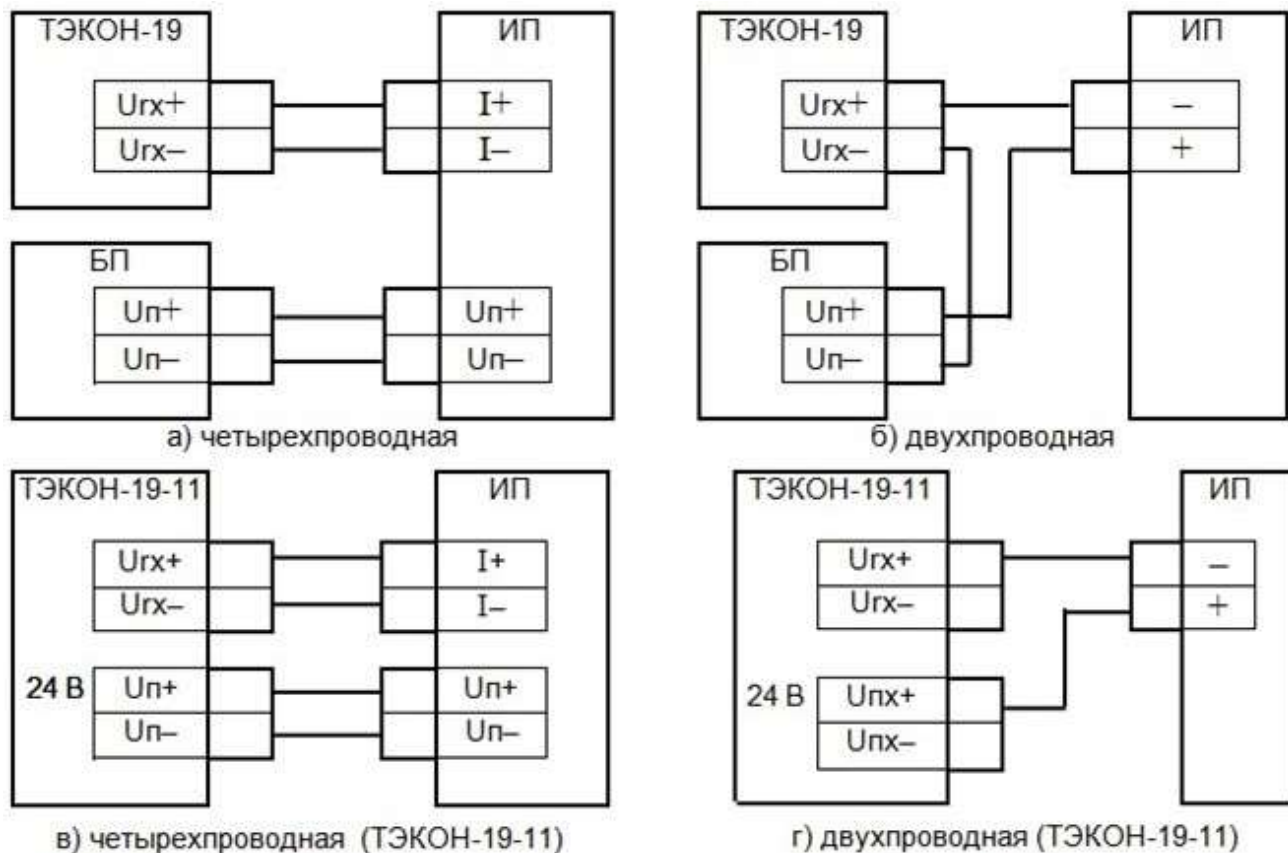

Рисунок 4 – Схемы подключения ИП с токовым выходом
4.1.4.3 Рекомендуется использовать ИП, подключаемые по двухпроводной схеме – в этом случае питание можно взять от изолированного источника 4 x 24В, встроенного в ТЭКОН-19-11 (схема рис. 4 г).